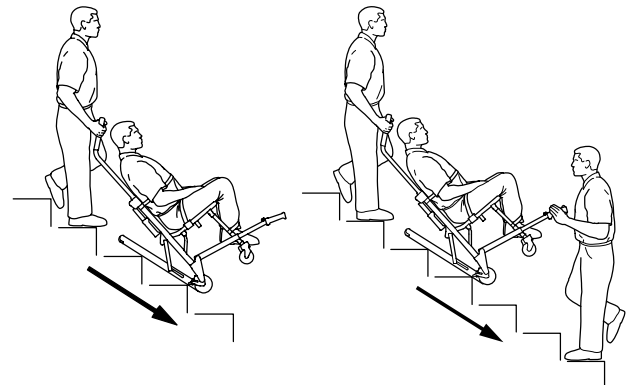

Figure 11 – Transport vers le bas de l'escalier en cours
8. Les deux opérateurs : Descendre l'escalier jusqu'à ce que les pas soient de niveau sur les bords de deux ou trois marches (Figure 11).